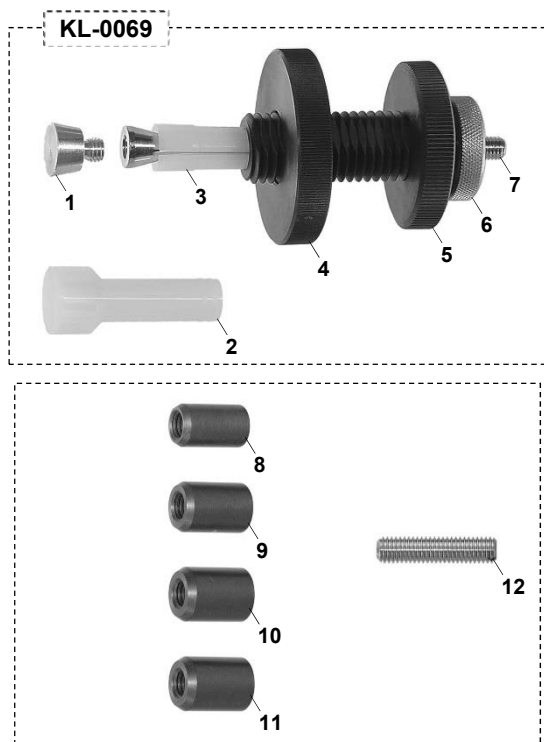

Fig. 1: Préparer l'outil de centrage d'embrayage.
1. Déterminer le cône de serrage pour le disque d'embrayage. (Fig. 1 A)
2. Déterminer la douille de centrage pour les véhicules avec roulement pilote. (Fig. 1 B) Pour cela, déterminer le diamètre intérieur du roulement pilote et choisir la douille de centrage adaptée "8" ou "11".